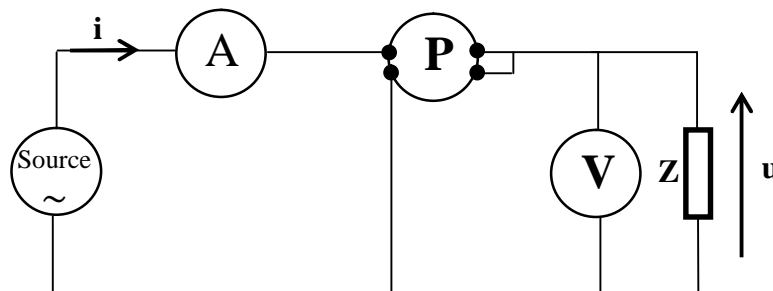

Figure 4
Réalisez le montage de la figure 4:
2. Complétez les tableaux suivants (montage fig.4).